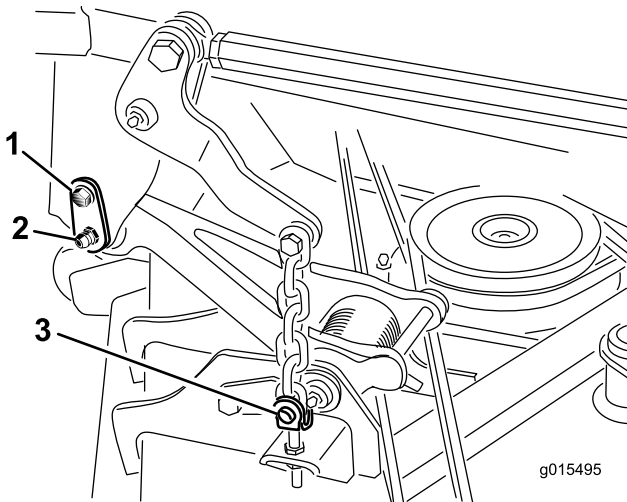

Bild 1
- Entfernen Sie die Ansatzschraube, mit denen der Befestigungsstift am Trägerrahmen befestigt ist (Bild 1).